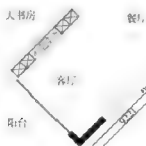

图 7-80
**步骤 9：**将插入的电视柜和液晶电视柜图块放置到客厅中，如图 7-80 所示。